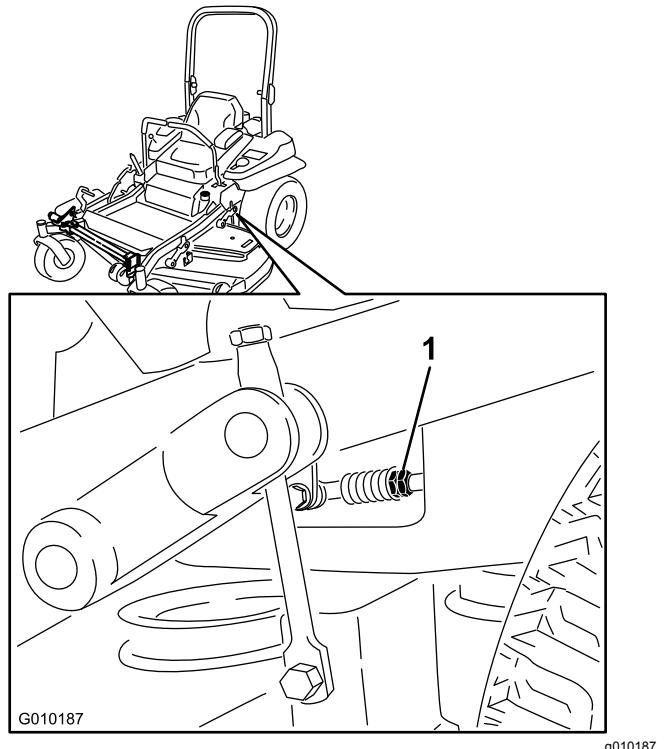

Figura 89
- Ajuste os comprimentos da barra de controlo da bomba rodando as porcas duplas na barra na direção adequada até as rodas andarem ligeiramente para trás (Figura 89).